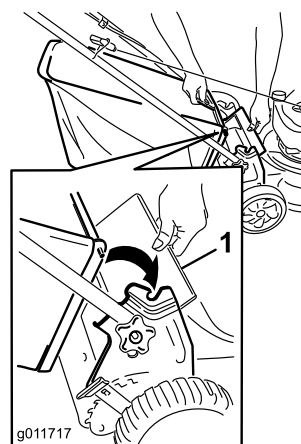

Figure 15
1. Soulevez le déflecteur arrière (Figure 15).
2. Insérez la poignée du bac à herbe dans les crans des supports du guidon (Figure 15).